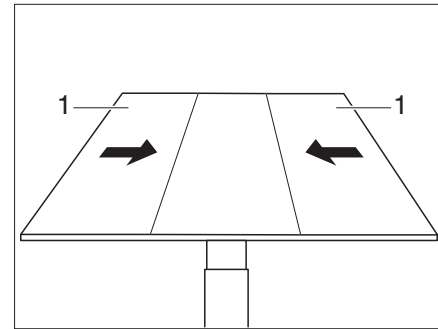

Fig. 100 Empujar las partes laterales a la parte central
- Empujar las partes externas (Fig. 100,1) de la mesa a la parte central.